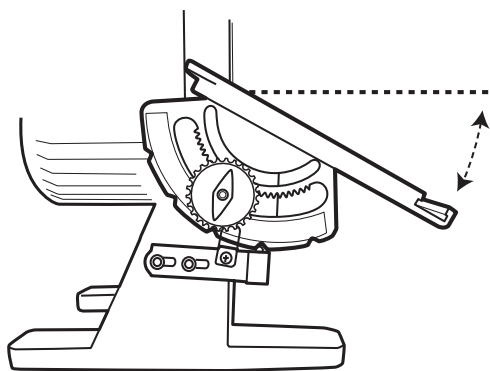
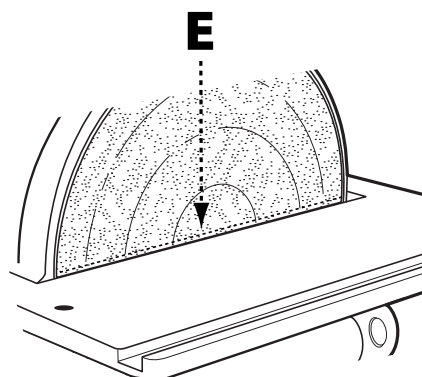

FIGURE 9
FIGURE 10
**AVERTISSEMENT :** Quelle que soit la position dans laquelle la table est inclinée, le bord de la table (E), indiqué à la Figure 10, ne doit pas être à une distance de plus de 15 mm du disque de ponçage pour éviter de coincer la pièce ou de se coincer les doigts entre la table et le disque de ponçage. Pour régler la position de la table par rapport au disque de ponçage, passez à la section
**AVERTISSEMENT :** Nous conseillons d'effectuer tous les ponçages en biseau en inclinant la table vers le bas comme indiqué à la Figure 9; cependant, si l'inclinaison vers le haut est nécessaire, la pièce à travailler doit être fermement attachée ou fixée à une installation ou un gabarit pour empêcher la pièce d'être arrachée des mains et de se retrouver coincée entre la table et le disque de ponçage. Voir Figure 10.